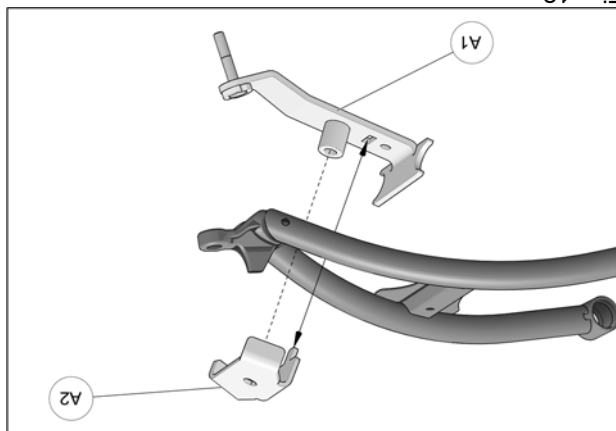

Fig. 12
5. Positionner la partie inférieure de l'ancrage anti-rotation (A1) sous le bras de suspension inférieur. Positionner la partie supérieure (A2) au-dessus du bras de suspension de façon à ce que le tenon de la partie supérieure s'insère dans le trou rectangulaire de la partie inférieure. Voir la Fig. 12